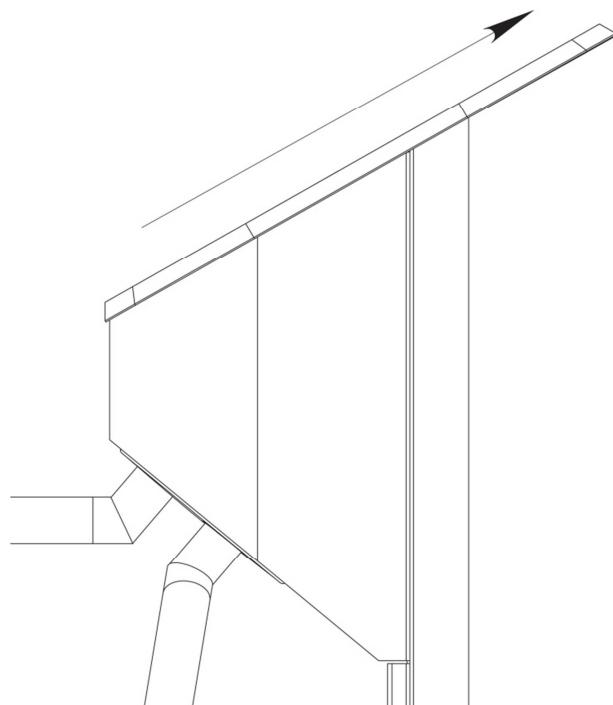

Рис. 4. (изображена центральная стойка турникета)
- сдвиньте панель индикации в направлении, указанном на рис. 4, и поднимите ее вверх;